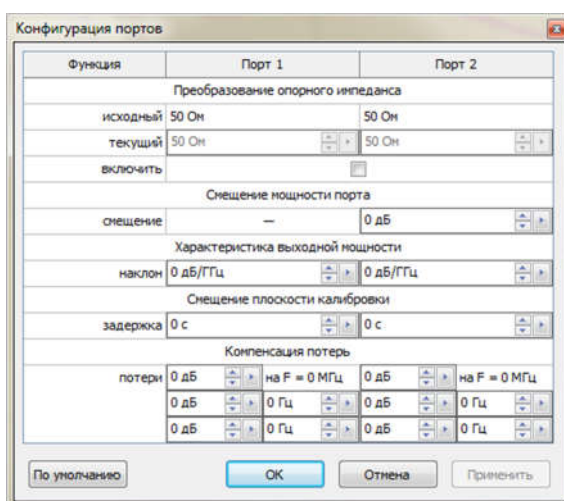

Рисунок 2.171 – Подменю «Конфигурация портов»
Для этого необходимо выбрать подменю «Конфигурация портов» вкладки «Калибровка» главного меню ПО (рисунок 2.171).
2.3.4.3.1 Заданный уровень выходной мощности в анализаторе относится к обоим выходным разъемам. Если по какой-то причине требуется задать разный уровень мощности для каждого разъема, то можно воспользоваться данной функцией. Смещение задается в виде добавки мощности для разъема «ПОРТ 2» относительно мощности на разъеме «ПОРТ 1» (см. рисунок 2.171).
2.3.4.6.1 Функция «Компенсация потерь» позволяет компенсировать потери в кабельной сборке, либо оснастке, если нет возможности провести калибровку с их учетом (см. рисунок 2.171). Компенсируя потери, корректируются измеряемые S-параметры. Потери задаются в трех частотных точках: « F_0 », « F_1 », « F_2 ». Необходимо соблюдать условие, представленное в формуле 2.10.